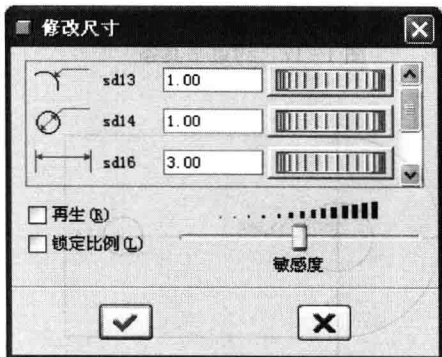
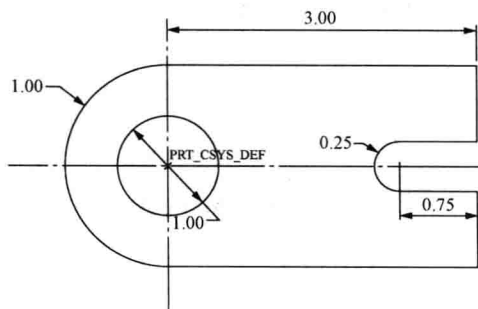

图 1-24 【修改尺寸】对话框
图 1-25 完成尺寸修改
9) 单击草绘工具栏中的“选取”按钮，在绘图区中框选所有尺寸后，再单击“尺寸修改”按钮，弹出【修改尺寸】对话框，如图 1-24 所示。取消“再生”前的复选框，在该对话框中进行尺寸修改，然后单击按钮，完成图形的尺寸修改，如图 1-25 所示。